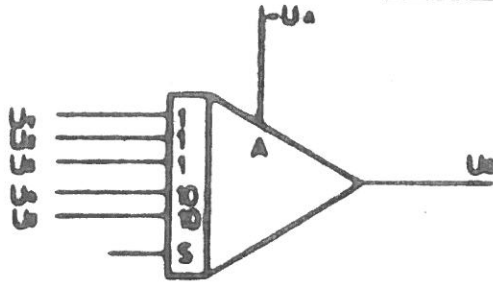

Bild 2: Symbol für Integrierer
- 4.4 Zeichnen Sie die so gewonnenen Werte auf Millimeterpapier mit einer Einteilung nach Bild 2
Sie wird symbolisch in das Inhaltsbild des Integrators eingezeichnet, so daß sich ein Symbol nach Bild 2 ergibt.